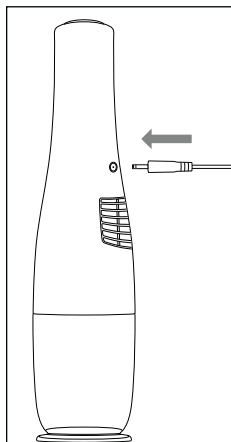

Fig. 1
- ◆ Collegare lo spinotto cavo ⑩ dell'alimentatore ⑪ alla presa di carica ⑧ situata sul lato inferiore dell'apparecchio (vedere fig. 1). Inserire la spina dell'alimentatore ⑪ nella presa. La spia di controllo della carica ⑥ inizia a lampeggiare con luce blu e il processo di carica inizia.